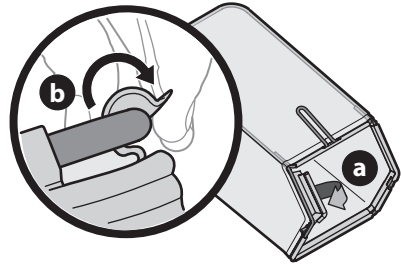

Figure 16
1. Procédez comme suit pour assembler le sac à herbe. Voir Figure 16.